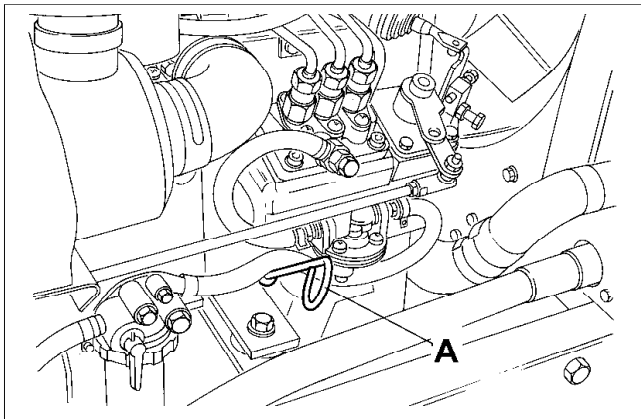
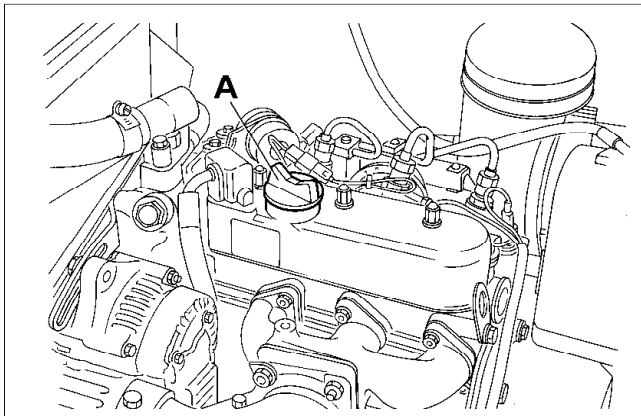

Fig. 24
Fig. 25
Motorölmeßstab (A Bild 24) herausziehen. Der Ölstand muß sich zwischen den Markierungen befinden. Bei Bedarf neues Öl durch den Einfüllstutzen auf dem Ventildeckel (A Bild 25) nachfüllen.
- Kappe des Einfüllstutzens (A Bild 25) herausdrehen und neues Öl bis zur Max-Markierung am Ölmeßstab auffüllen. Inhalt 3,2 Ltr.
Togliere l'asta di misurazione (A Fig. 24) e verificare che l'olio raggiunga il livello indicato. All'occorrenza rabboccare con olio fresco dal bocchettone (A Fig. 25) sopra la scatola del bilanciere.
- (c) Togliere il tappo di riempimento (A Fig. 25) e riempire di olio fresco fino alla tacca di massimo sull'asta di misurazione (A Fig. 24). Capacità 3,2 litri.